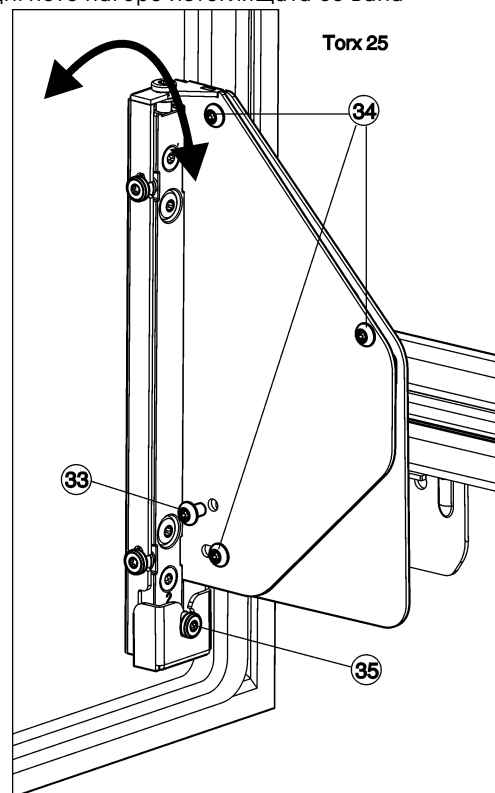

Fig. 26
- ▶ Извадете изцяло винта Fig. 26 (33).
- ▷ Изхвърлете винта Fig. 26 (33), той вече няма да е необходим.
- ▶ Само развийте винтовете Fig. 26 (34) с 1 до 2 оборота.
- ▶ Завъртете регулиращия винт Fig. 26 (35). В посока на часовниковата стрелка: вратата се накланя горе от корпуса на уреда навън. В посока, обратна на часовниковата стрелка: вратата се накланя горе към корпуса на уреда и долу от корпуса на уреда навън.
- ▶ След завършване на регулирането на наклона затегнете отново всички винтове Fig. 26 (34).